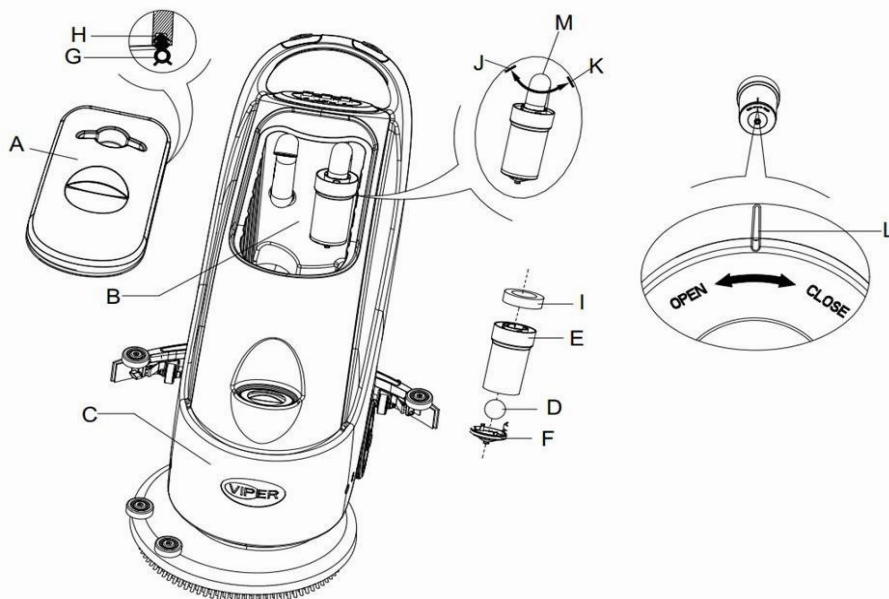

Figura 16
2. Presione el interruptor de encendido (41) en posición "O" para apagar la máquina.
3. Abra la tapa del tanque de recuperación (A, Figura 16) y retire el dispositivo del flotador (36) del tanque de recuperación.
4. Use agua fresca para lavar la tapa del tanque de recuperación (A), el tanque (B y C), y el bastidor del filtro del flotador (E). A través del Tubo de Recuperación (15), vacíe toda agua del tanque.
5. Si have falta, siga los símbolos "Abierto" y "Cerrado" como se indica en la Figura 16, abra la tapa inferior (F) del filtro del flotador y limpie el flotador (D), su filtro, el bastidor (E), y la esponja del filtro. Después de limpiar, fije el flotador sobre el bastidor del filtro (E), luego alinee la ranura marcada (L) de la tapa inferior (F) del filtro del flotador con la ranura marcada (L) del bastidor del filtro (E). Apriete la tapa inferior (F) del filtro del flotador y fije la esponja del filtro (I) sobre el bastidor (E), y luego sobre la manguera de aspiración (M).
6. Compruebe la integridad del anillo de sellado (G) de la tapa del tanque de agua.
Si es necesario, la tira de sellado del tanque de agua (G) se puede sacar de la ranura (H) y ser reemplazada. A la hora de ensamblar una nueva tira de sellado del tanque de agua, como indica la Figura 16 más abajo, instale el conector en la sección central de la parte posterior.
7. Compruebe si la superficie de recepción de la tira de sellado (G) está intacto y sella adecuadamente.
8. Cierre la tapa del tanque de recuperación (A).